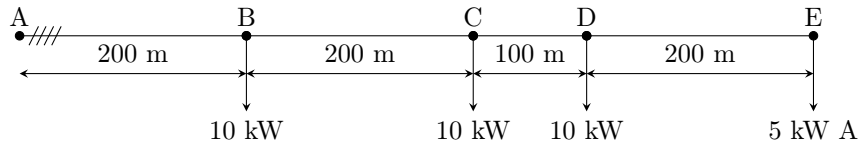

Figura 7.14: Diagrama unifilar del problema 7.30.
- 7.30 (P.2-3.) En la línea de distribución trifásica de la figura 7.14, tensión de línea 400 V, 50 Hz, con conductores de aluminio trenzados en haz, expuestos al sol, aislados con XLPE, y neutro fiador. Calcular la sección de los conductores de fase, admitiendo una caída de tensión del 4% y considerando un factor de potencia común para todas las cargas de 0,9 inductivo.